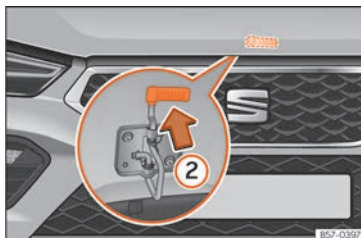

Abb. 209 Hebel unter der Motorraumklappe.
- Zum Anheben der Motorraumklappe drücken Sie den Hebel unterhalb der Motorhaube nach oben »» **Abb. 209 ②.** Dabei wird der Fanghaken entriegelt.